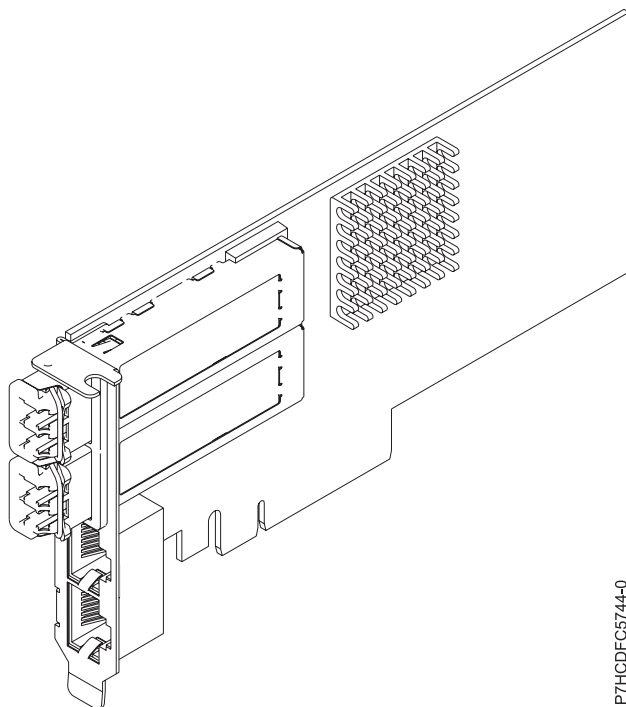

Figura 55. Adaptador PCIe2 UTP 2x10GbE SR 2x1GbE
O Adaptador PCIe2 UTP 2x10GbE SR 2x1GbE é um PCI Express geração 2, adaptador de cabo unificado Ethernet de 4 portas com uma interface de barramento do host PCI Express 2.0. O adaptador é otimizado para computação em nuvem, virtualização, armazenamento e outros aplicativos do datacenter. O adaptador de quatro portas fornece duas portas Ethernet de 10 Gb e duas portas Ethernet de 1 Gb. As duas portas transceptoras de raiz única (SR) compacto plugável (SFP+) de 10 Gb são usadas para conectividade com outros servidores ou comutadores na rede. Cada porta SFP+ (SR) fornece conectividade Ethernet com uma taxa de dados nominal de 10 Gbps (gigabits por segundo), e usa os cabos twinaxial de cobre SFP+ de até 5 m (16,4 pés) de comprimento. Cada uma das portas RJ45 fornece conectividade Ethernet em uma taxa de dados de 1 Gbps. Os recursos de agregação de link e de failover do adaptador são ideais para aplicativos de rede crítica que requerem redundância e alta disponibilidade. Figura 55 na página 193 mostra o adaptador FC 5745.